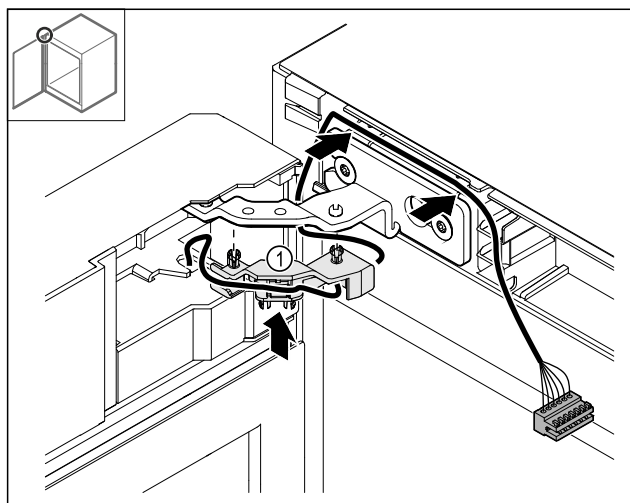

Fig. 52
- Potisnite držalo kabla Fig. 52 (1) v tečaj.